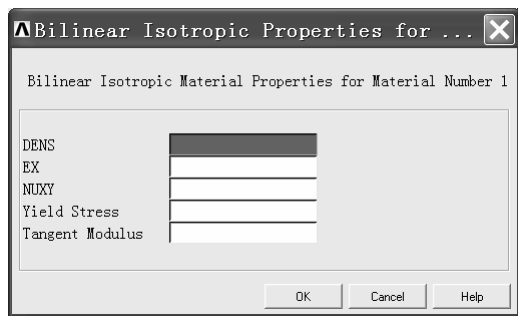

图 10-11 “Bilinear Isotropic Properties for ...” 窗口
(2) 单击 (如果是 ANSYS10.0 版本, 这里就需要双击) “Define Material Model Behavior” 窗口中右边方框中的 “LS-DYNA” 文件夹, 继续单击 “Nonlinear” 文件夹, 再单击 “Inelastic” 文件夹, 再单击 “Isotropic Hardening”, 最后单击 “Bilinear Isotropic”, 出现 “Bilinear Isotropic Properties for ...” 窗口 (见图 10-11)。
(3) 在 “Bilinear Isotropic Properties for ...” 窗口中的 “DENS” 方框处写入 “7850”, “EX” 方框处写入 “2.1e11”, “NUXY” 方框处写入 “0.3”, “Yield Stress” 方框处写入 “2e8”, “Tangent Modulus” 方框处写入 “2e9”。以上输入表示材料密度为  $7850\text{kg/m}^3$ , 杨氏模量为  $2.1 \times 10^{11}\text{Pa}$  (注意 2.1e11 表示  $2.1 \times 10^{11}$ ), 泊松比为 0.3, 屈服应力为  $2 \times 10^8\text{Pa}$ , 切线模量为  $2 \times 10^9\text{Pa}$ 。
(4) 单击 “Bilinear Isotropic Properties for ...” 窗口中的 “OK” 按钮。
(5) 单击 “Define Material Model Behavior” 窗口右上角的叉号关闭该窗口。